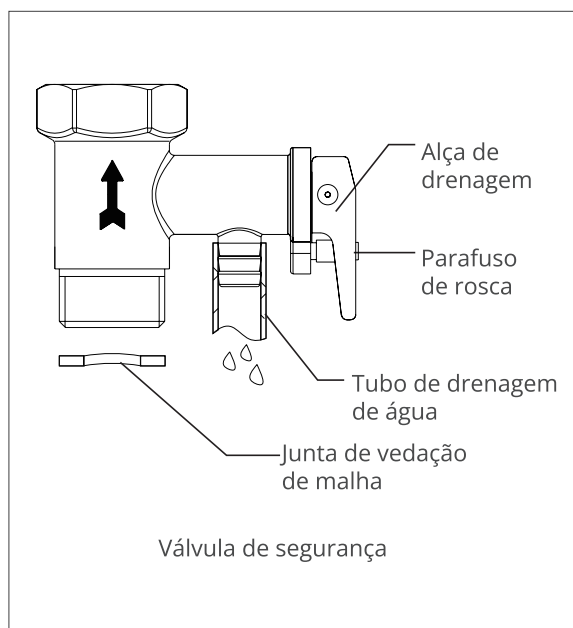

Fig.7
- Desaparafusar o parafuso de rosca da válvula de segurança multifunções e levantar o manípulo de escoamento para cima (ver fig. 7) para escoar a água do reservatório interior.